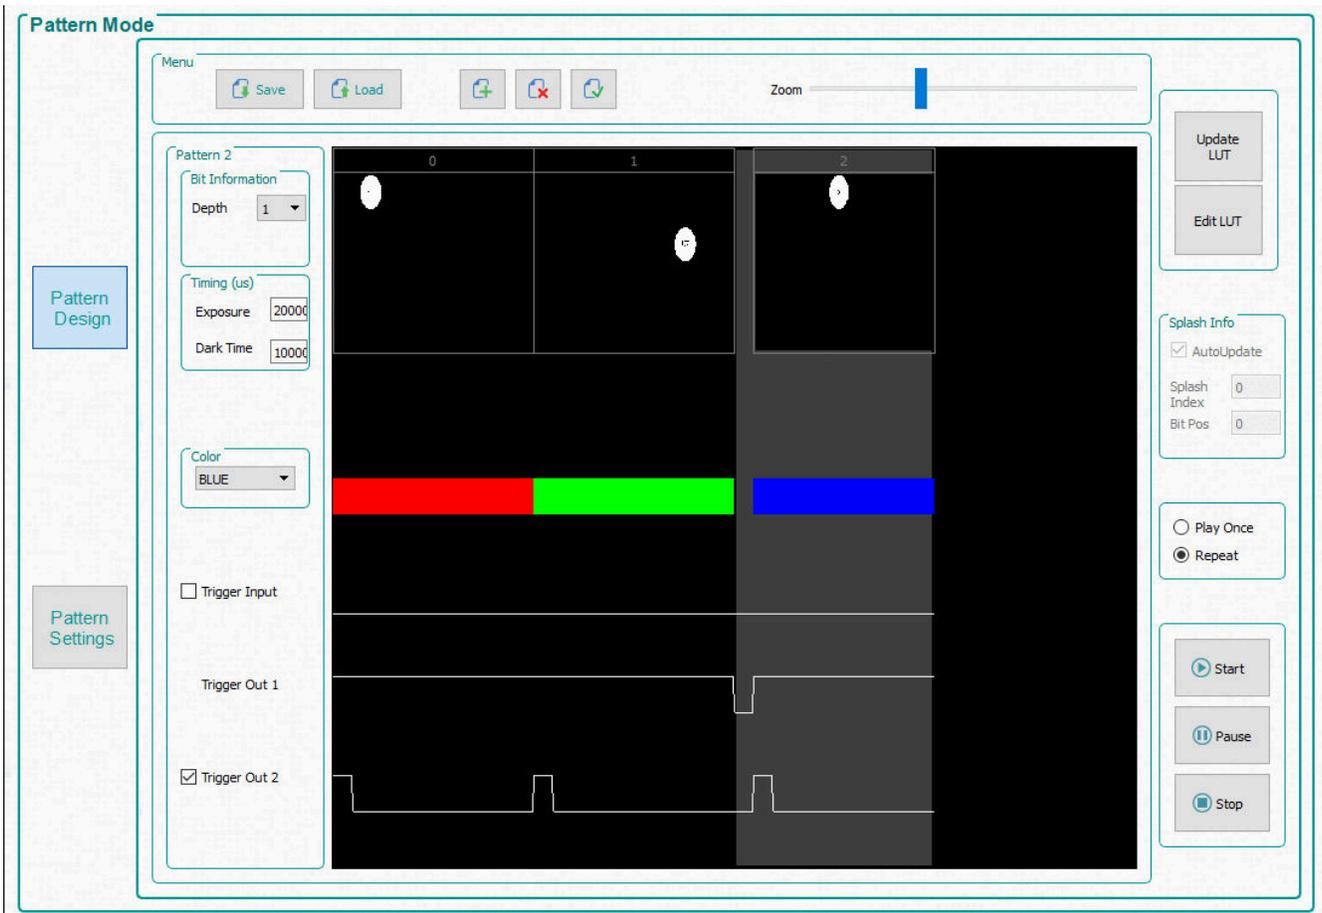

图 3-2. 简单的三图案序列
在接下来的三个步骤中，所选图案由浅灰色选择区域表示。请参阅图 3-2，其中展示了所选的第三个图案（图案 2）。
5. 选择第三个图案，并选择位深度为 1。将曝光时间设置为 200000 $\mu$ s，将黑暗时间设置为 100000 $\mu$ s，并将颜色选择为 **Blue**。图 3-2 展示了图案序列。